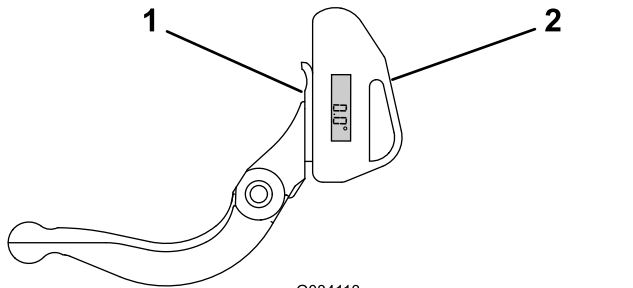

図 21
1. 図 21 に示すように、ベッドナイフの底部に傾斜計をセットする。